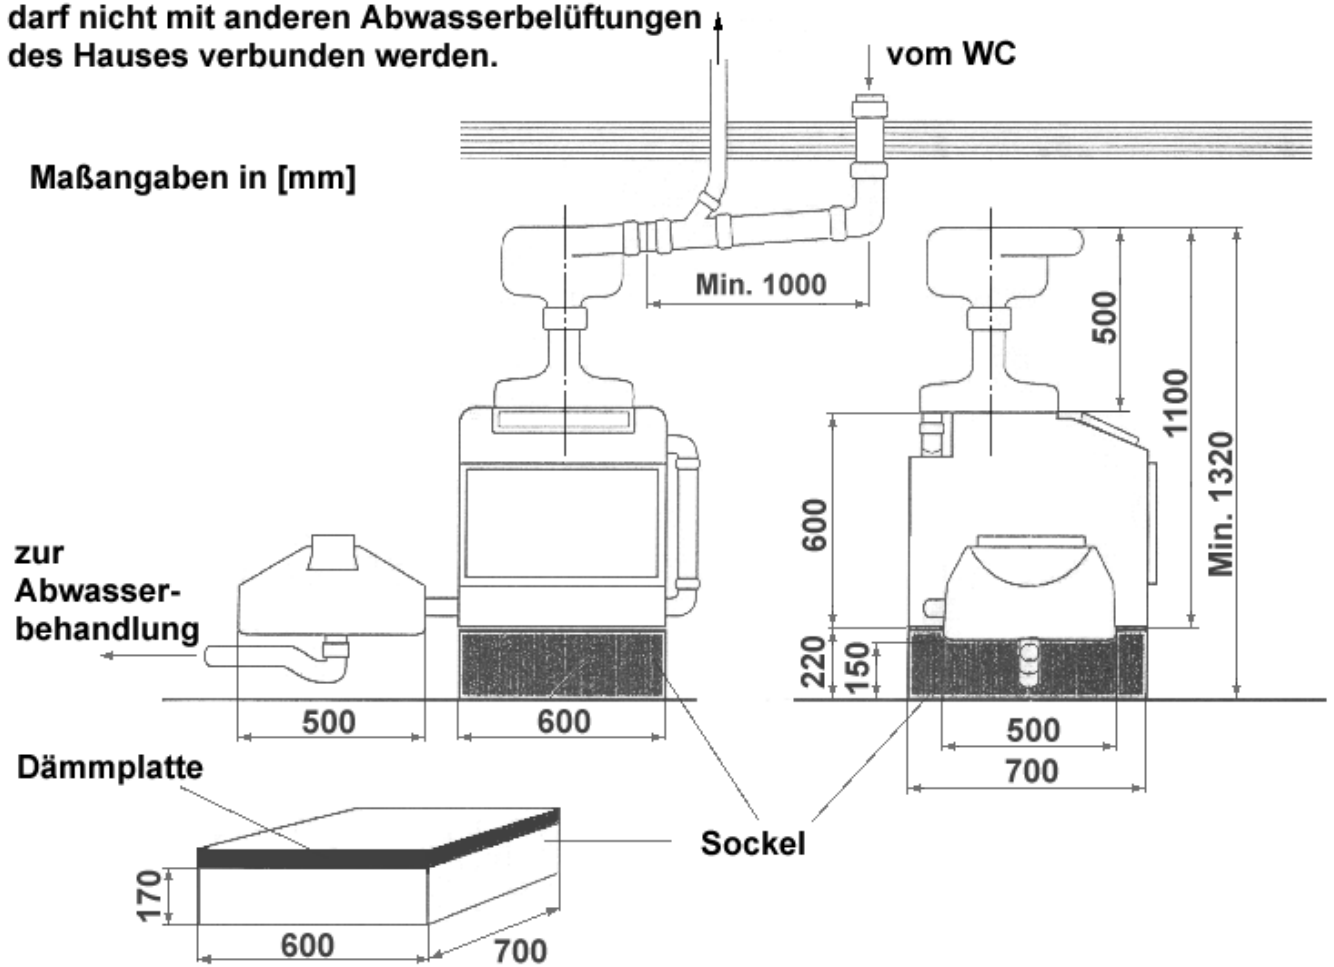
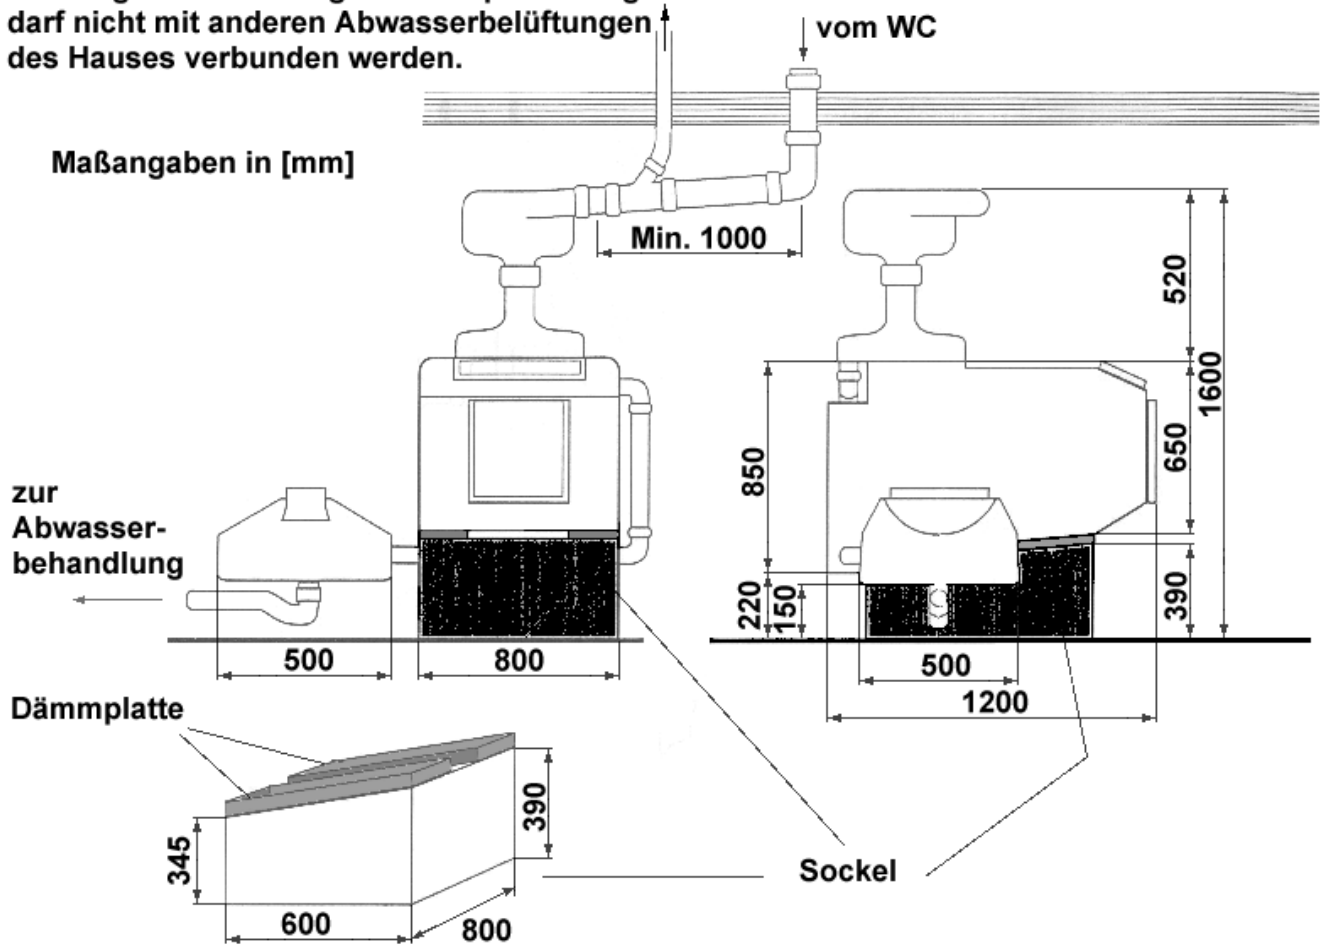

Abbildung 1. Installationsmaße für das Aquatron 90
Abbildung 2. Installationsmaße für das Aquatron 400
- 3.1.1 Erstellen Sie einen Sockel für den Kompostierungsbehälter. Bringen Sie darauf eine 50 mm dicke Dämmplatte an. Die Maße entnehmen sie bitte der Abbildung 1 (für das Aquatron 90) sowie der Abbildung 2 (für das Aquatron 400). Stellen Sie den Kompostierungsbehälter stabil auf diesen Sockel.
3.3.2 Der DN 50-Geruchsverschluss wird unterhalb der UV-Einheit installiert. Siehe Abbildung 1,2 und 4.
- 3.5.5 Ist der Höhenunterschied zwischen dem WC-Ablauf und dem Separator-Einlauf zu groß, dann ist zuerst das horizontale Rohr mit dem speziellen Neigungswinkel von 5% zu installieren. Anschließend muss der restliche Höhenunterschied mit einem senkrechten Rohr überbrückt werden, siehe Abbildung 1 bzw. 2.